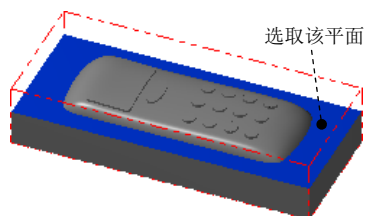
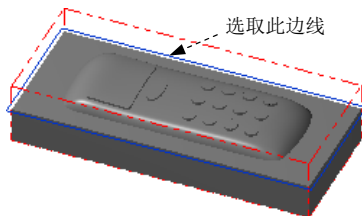
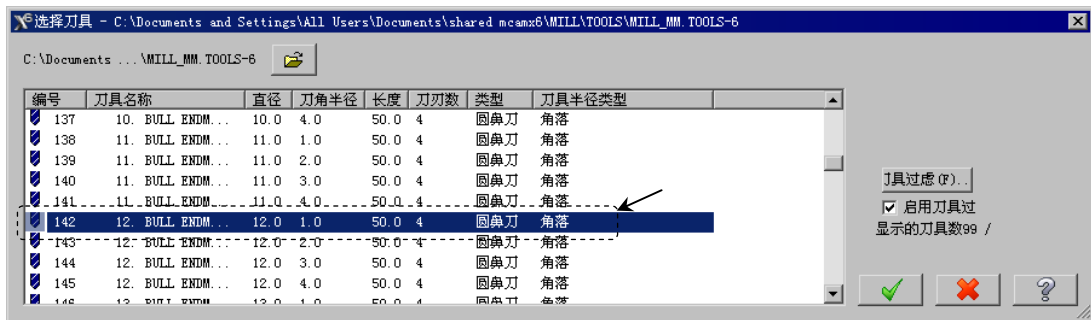

图 24.4 定义参考面
图 24.5 绘制矩形边界
图 24.7 “选择刀具”对话框
Step1. 绘制矩形边界。单击顶视图  按钮，选择下拉菜单 **绘图(C)**  **边界盒(B)...** 命令，选取图 24.4 所示的面，在 **延伸** 区域的 **X** 文本框中输入值 2，在 **Y** 文本框中输入值 2，结果如图 24.5 所示（详细过程参照视频）。
(2) 设置加工边界。在 **Containment boundary** 区域中单击  按钮，系统弹出“串连选项”对话框。在图形区中选取图 24.5 所绘制的边线，单击  按钮，系统返回至“刀具路径的曲面选取”对话框。
(3) 单击 按钮，完成加工区域的设置，同时系统弹出“曲面粗加工挖槽”对话框。
Step5. 选择刀具。在“曲面粗加工挖槽”对话框中单击 按钮，系统弹出“选择刀具”对话框，在该对话框的列表框中选择图 24.7 所示的刀具。单击 按钮，关闭“选择刀具”对话框，系统返回至“曲面粗加工挖槽”对话框。